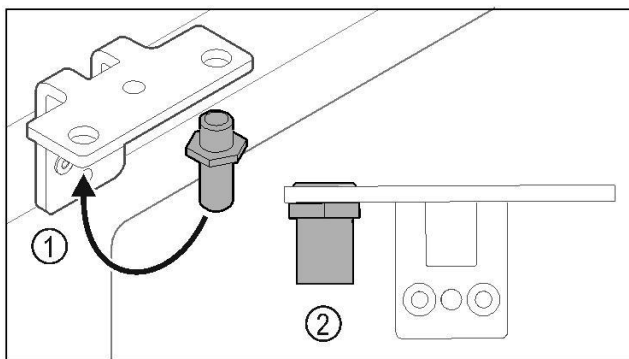

Fig. 31
- || Bouten Fig. 31 (1) naar de scharnierhoek verplaatsen.
- || Bouten Fig. 31 (2) met **aanhaalmoment van 12 Nm** vastdraaien.